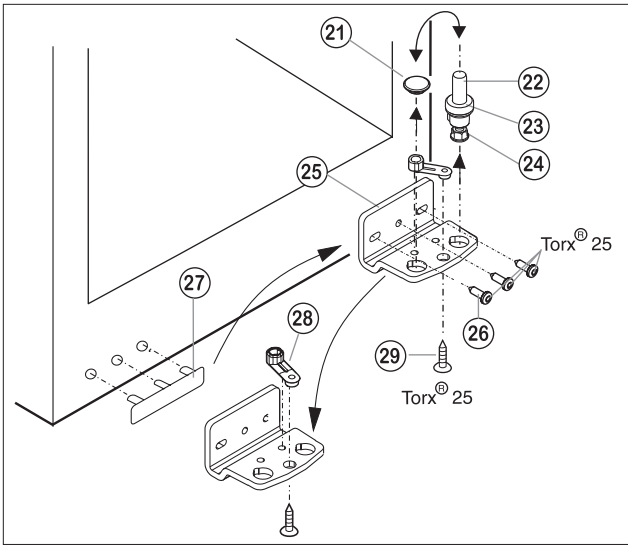

Fig.3
- Retirar para cima o perno do apoio Fig. 3 (22) completo, com a anilha Fig. 3 (23) e o pé de regulação Fig. 3 (24).
- Levantar o tampão Fig. 3 (21).
- Desaparafusar o apoio Fig. 3 (25) Fig. 3 (26).
- Desaparafusar o elemento de apoio Fig. 3 (28) Fig. 3 (29) e inseri-lo no orifício de fixação do apoio localizado do lado oposto, e voltar a aparafusar.
- Levantar cuidadosamente a cobertura do lado da pega Fig. 3 (27) e colocá-la no lado oposto.
- Voltar a aparafusar o apoio Fig. 3 (25) no novo lado da dobradiça, se necessário, com a ajuda de uma aparafusadora sem fios (binário de aperto de 4 Nm).
- Voltar a colocar o tampão Fig. 3 (21) no outro orifício.
- Voltar a montar o perno do apoio Fig. 3 (22) completo, com a anilha e o pé de regulação. Assegurar que o ressalto de encaixe fica virado para a parte traseira.